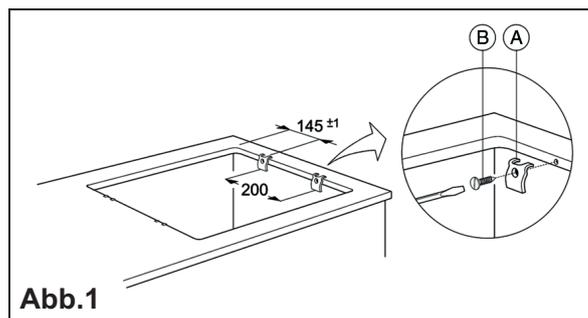
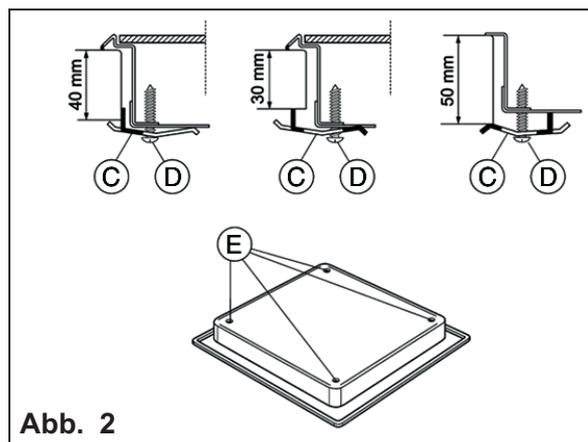

Abb. 1
Abb. 2
Bei einer Arbeitsplatte aus Holz verwenden Sie die mitgelieferten Befestigungsklammern (A) und Schrauben (B) (Abb. 1). Zum Installieren des Kochfelds auf anderen Oberflächen als Holz (Marmor, Stein usw.) bitten wir Sie, die Befestigungsplatten (Abb.2) Art.Nr. 4819 404 78697 beim Kundenservice anzufordern.